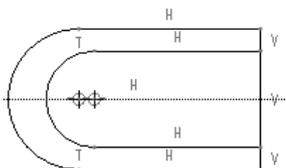
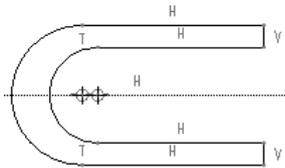

图 2.14.4 绘制直线
图 2.14.5 编辑草图
- Step 4** 单击“线”命令按钮  中的 ，绘制图 2.14.4 所示的直线。
- Step 2** 分别单击图 2.14.4 所示的图元中要去掉的部分，修剪后的图形如图 2.14.5 所示。